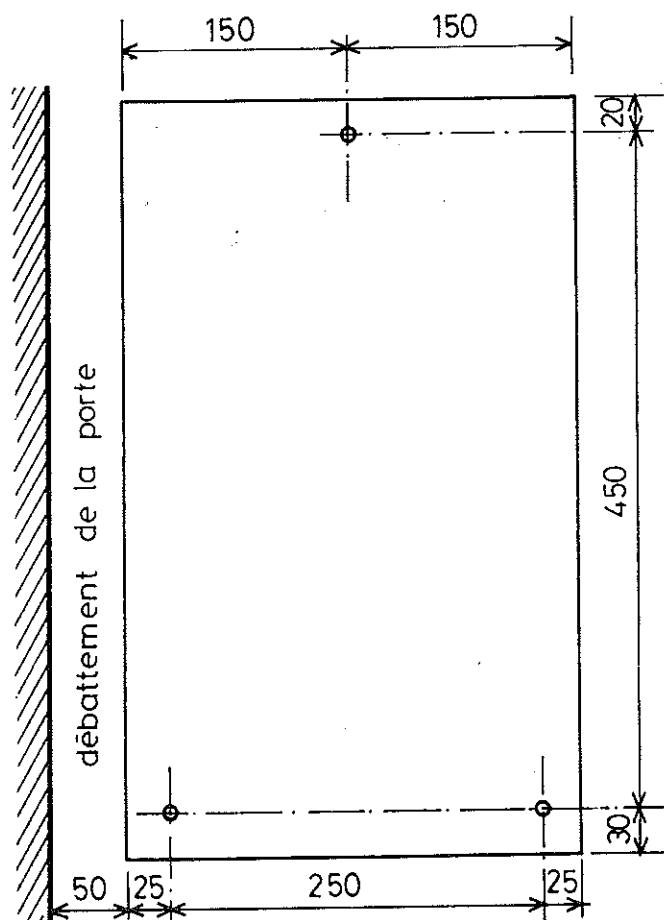

Fig. 3
- Positionner la plaque de fond sur le mur suivant la fig. 3.